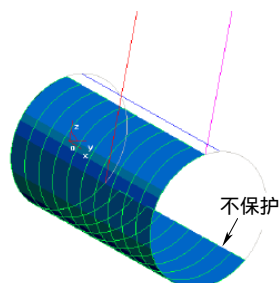

图 7-129 边界不保护轨迹
- **【不保护】**：到边界处停止，不生成轨迹，如图 7-129 所示。